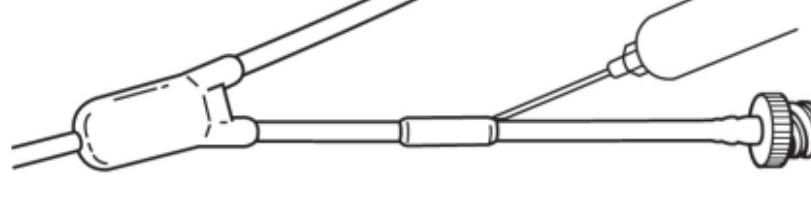

Fig. 16
7. Injecte adesivo em ambas as pontas da ligação. (Fig. 16)